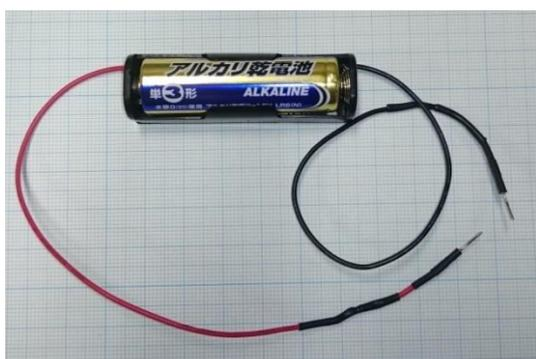
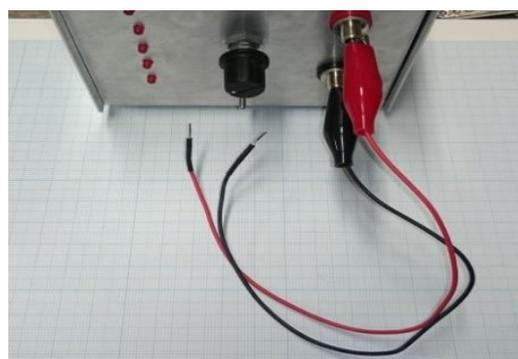

図 3.1
図 3.2
- ・ 図 3.1 や図 3.2 のような状態(少しの衝撃や接触でショートする状況)にしないこと.